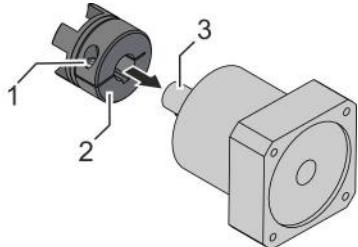

Abb. 18: Klemmnabe montieren
4. ➤ Klemmnabe (Abb. 18/2) der Kupplung auf die Motorwelle (Abb. 18/3) des Motors schieben.
5. ➤ Schraube (Abb. 18/1) an der Klemmnabe festziehen: